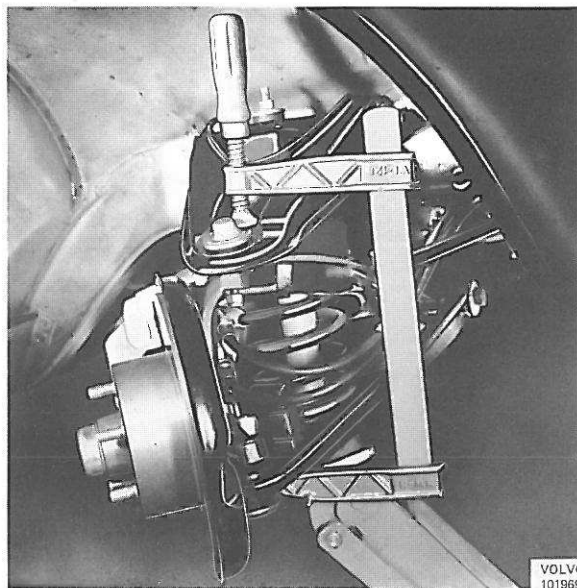

Figure 28. Joint à rotule supérieur dans serre-joint
2. Poser la fusée de roue en place et bien serrer les écrous des joints à rotule (si le joint à rotule tourne, le fixer avec un serre-joint comme indiqué sur la figure 28). Remonter la barre de connexion au levier d'attaque de fusée.
3. Pivoter le triangle de commande vers le bas et serrer les écrous sur l'axe du triangle de commande. Bien fixer le joint à rotule sur la fusée de roue. S'il pivote, le fixer avec un serre-joint, figure 28.
- Remonter la fusée de roue et serrer les écrous du joint à rotule supérieur et du joint à rotule inférieur. Bien serrer les axes avec un serre-joint s'ils ont tendance à pivoter, figure 28.
2. Monter le ressort. Lever le cric et monter la fusée de roue. Bien serrer les écrous des joints à rotule. Si les axes de ces joints pivotent, les serrer avec un serre-joint, figure 28.